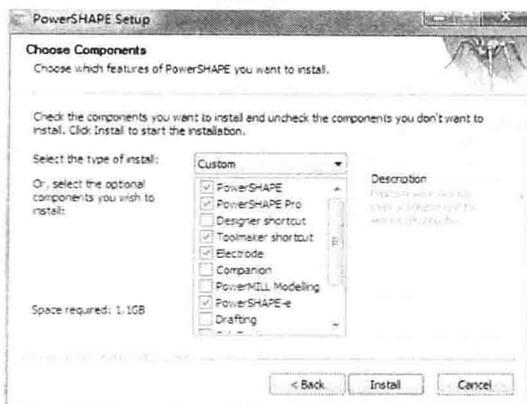

图 1-5 安装对话框 5
(5) 单击 **Next >** 按钮，出现新的安装界面，选中如图 1-5 所示的 5 个选项。